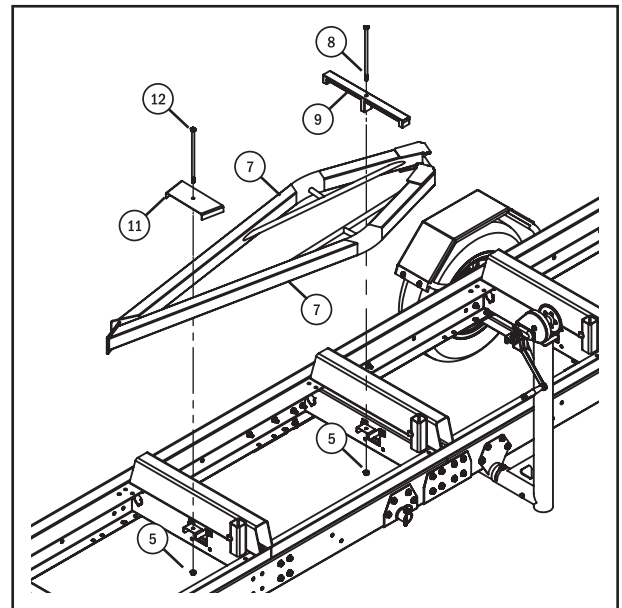

Fig. 4
Étape 8 : Installez les rampes en position de stockage/transport. Disposez les rampes (7) sur les supports de grumes comme indiqué sur la fig. 4 et positionnez le support supérieur coudé et le support supérieur allongé au-dessus des supports inférieurs comme indiqué. Utilisez les boulons à tête hexagonale M10 x 260 et M10 x 240 (8 et 11) et placez-les dans les trous de la plaque supérieure de serrage coudée (11) et de la plaque supérieure de serrage en T (9), puis dans les trous des plaques de serrage inférieures. Fixez-les solidement en place à l'aide de deux écrous à embase autobloquants M10 (5). **NE SERREZ PAS TROP.** Un serrage excessif peut entraîner la déformation des brides. Appliquez une force de serrage suffisante pour empêcher les rampes (7) de bouger.